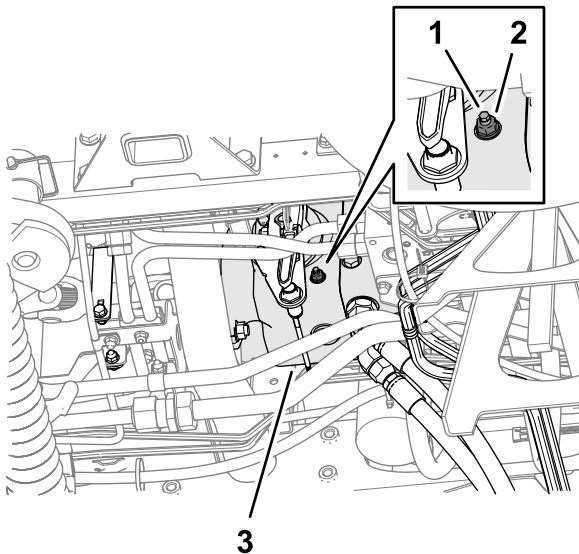

Figura 136
3. Desde la parte inferior de la máquina y a la derecha de la bomba de tracción, afloje la contratuerca que fija el tornillo de ajuste de retorno de punto muerto (Figura 136).